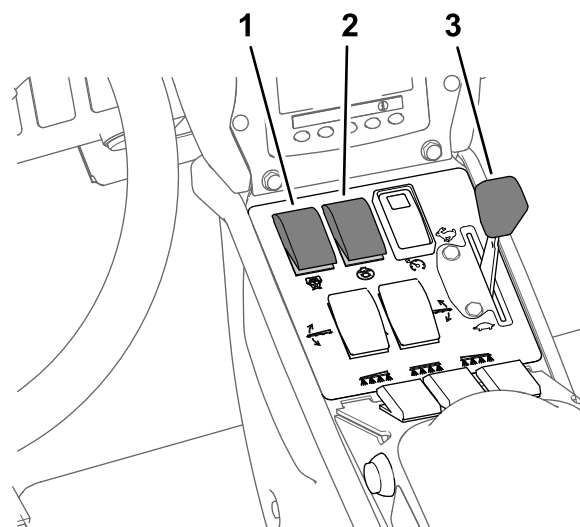

Рисунок 42
- Установите переключатель перемешивания и выключатель насоса для опрыскивания в положения Вкл. (Рисунок 42).
- Установите регулятор дроссельной заслонки в положение БЫСТРО (Рисунок 42).
Примечание: При выполнении этой процедуры предполагается, что насос для опрыскивания включен; см. Рисунок 42 в разделе Опрыскивание в режиме заданной нормы внесения (страница 43).
4. Установите рычаг дроссельной заслонки в требуемое положение частоты вращения двигателя для опрыскивания; см. Рисунок 42 в разделе Опрыскивание в режиме заданной нормы внесения (страница 43).